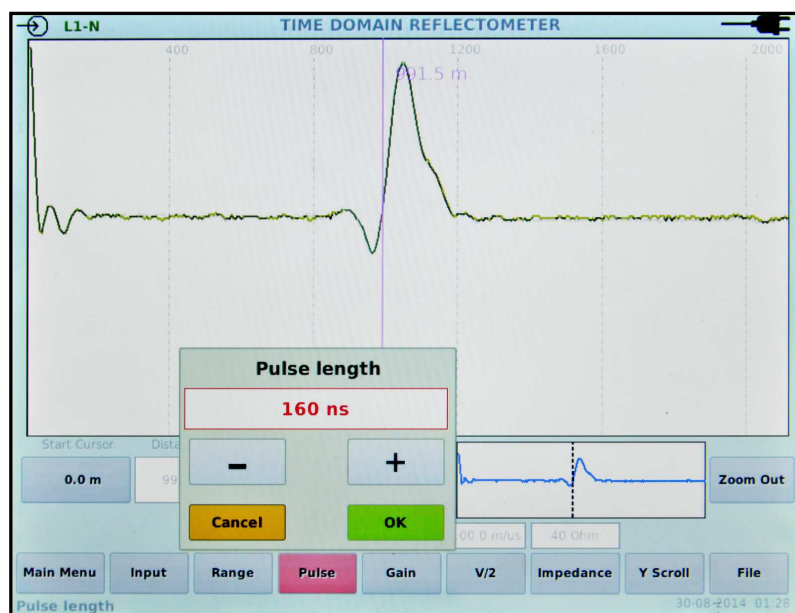

Рисунок 10 – Окно установки длительности зондирующего импульса
2.2.11 Следующий шаг – установка параметра V/2 (скорость распространения) исследуемого кабеля (см. рисунок 10). Установить данный параметр можно с помощью кнопок на экране или с помощью рукоятки энкодера. При этом энкодер позволяет изменять десятые доли параметра V/2.